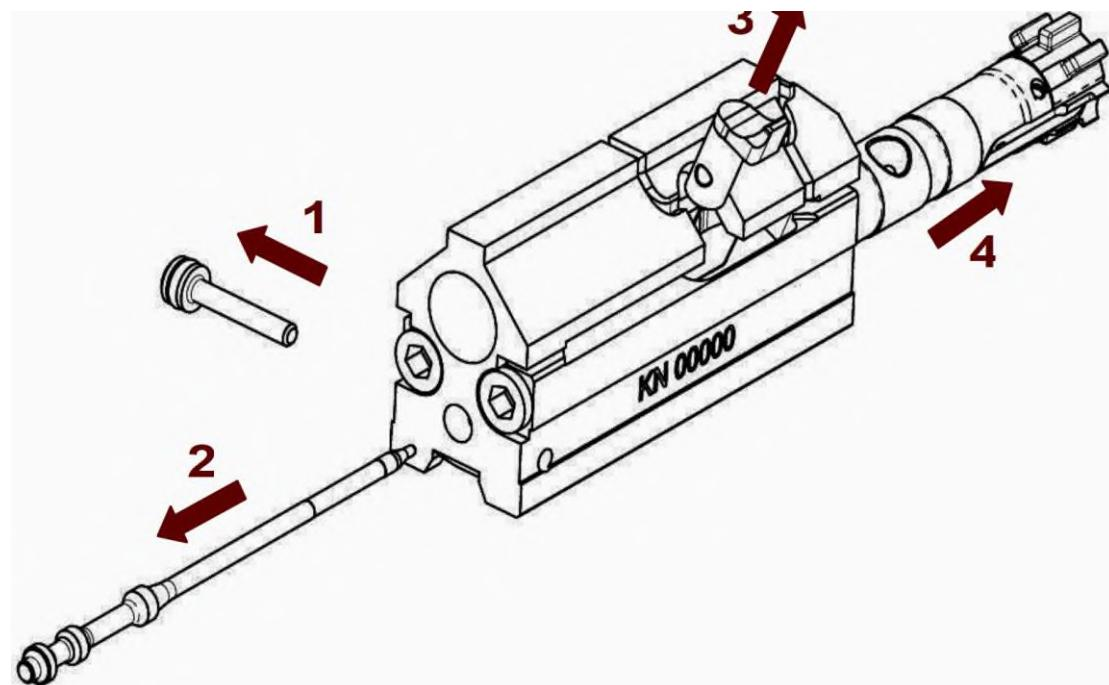

Рисунок 2.34 – Від'єднання затвора від затворної рами
4) від'єднати затвор від затворної рами, для цього (рисунок 2.34):